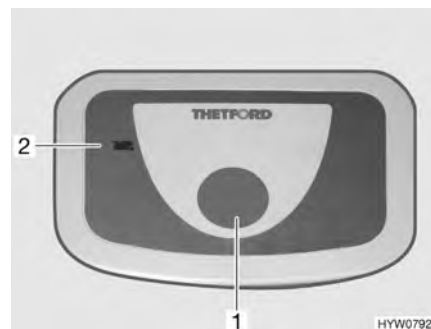

Fig. 192 Botón del inodoro/luz de control del inodoro Thetford
- Para lavar, pulsar el botón del inodoro azul (Fig. 192,1).
La luz de control (Fig. 192,2) se enciende cuando es necesario vaciar el cassette Thetford.